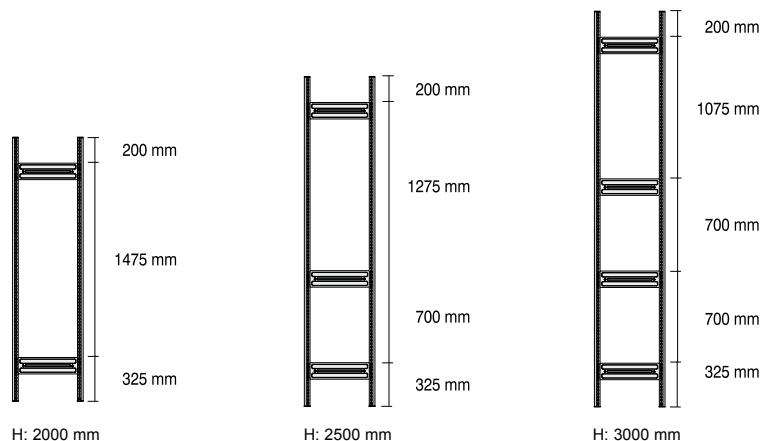

Fig. 2
**(DK)** Opstil to gavlben i samme afstand som forbindelsesstykkerne (fig. 1). Indsæt forbindelsesstykkerne som vist på fig. 2 (pilene peger i retning mod gulvet), og slå dem ind i gavlbenene med en gummihammer el.lign.
**Vigtigt!** Forbindelsesstykkernes fikseringselementer (fig. 2 a) skal gå i indgreb i gavlbenene i begge sider (fig. 3 a).
**(N)** Sett opp to støtteprofiler i avstand som tilsvarer støtteforbindelsen (Fig. 1). Sett inn støtteforbindelsene som vist i Fig. 2 (pilene viser retning mot gulvet) og slå dem inn med en gummihammer eller liknende i støtteprofilene.
**Forsiktig!** Låsstykkene til støtteforbindelsen (Fig. 2 a) må passe inn på begge sider av støtteprofilene (Fig. 3 a).
**(S)** Placera två stödprofiler på stolpförbindarnas avstånd (bild 1). Sätt in stolpförbindarna motsvarande bild 2 (pilarna visar mot golvet) och slå in dem i stödprofilerna med en gummihammare eller dylikt.
**Observera!** Stolpförbindarnas fixeringsprägling (bild 2 a) måste haka in i stödprofilerna på båda sidorna (bild 3 a).